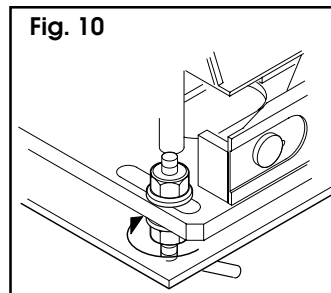

Fig. 10
11) Per ottenere il corretto gioco tra il pignone e la cremagliera abbassare il motoriduttore di 1,5 mm agendo sui dadi di supporto della piastra di fondazione (fig. 10).